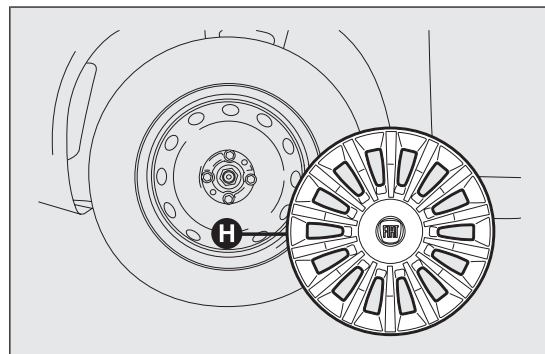

fig. 143
- ❑ rimuovere la coppa ruota H fig. 143 (versioni con cerchi in acciaio), oppure togliere la coppa coprimozzo (versioni con cerchi in lega);